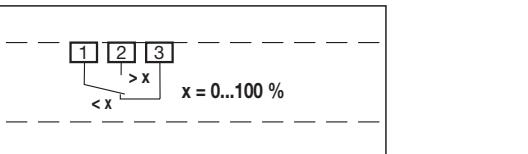

Fig.1
3. Nockenring **B** gemäss Fig. 1 so einsetzen, dass der Schaltpunkt **C** den Schalter gerade betätigt. Verbindung S1-S2 ist geschaltet (Pfeilmarkierung **D** ist dann oben).
3. Placer l'anneau à came **B** selon fig. 1 de façon à ce que le contact soit actionné par le point de basculement **C**. La connexion S1 – S2 est réglée (la flèche **D** doit se trouver en haut).
3. Inserire la camma **B** come in Fig. 1 in modo che lo switch intervenga **C**. Connessione tra S1 e S2 (la freccia indicatrice **D** in alto).
3. Insert the camring **B** as shown in Fig. 1 so that the switch just operates at the switching point **C**. Connection S1 to S2 made (arrow mark **D** is then at the top).
3. Nokkenring **B** volgens fig. 1 zodanig plaatsen, dat de hulpschakelaar juist bediend wordt (schakelpunt **C**). Verbinding S1-S2 is nu gemaakt (peilmarkering **D** is dan boven).